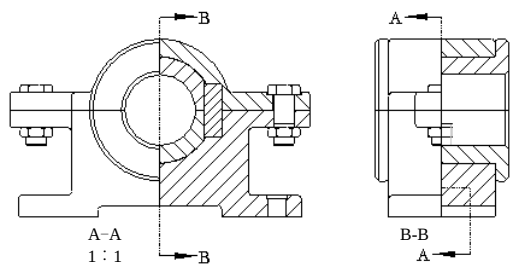

图 3.12.49 添加箭头
Step4. 添加图 3.12.49 所示的箭头。
(1) 选取主视图，然后右击，从弹出的快捷菜单中选择 添加箭头 命令，单击左视图，系统自动生成主视图阶梯剖的箭头。
(2) 选取左视图，然后右击，从弹出的快捷菜单中选择 添加箭头 命令，单击主视图，系统自动生成左视图半剖的箭头。